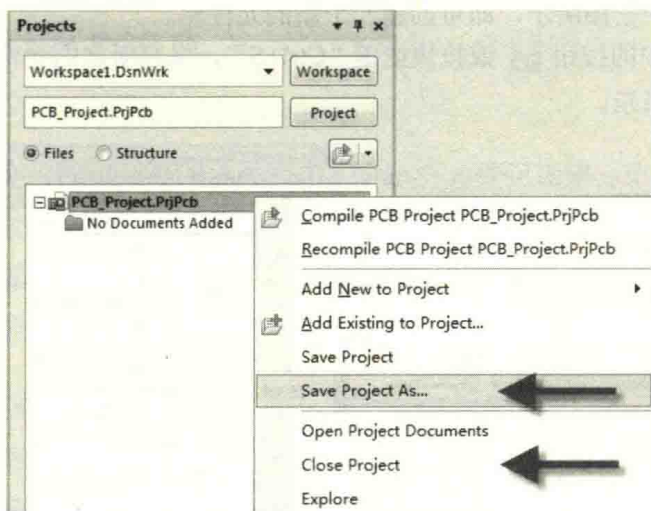

图 2-4 工程路径或者名称的变更与工程的关闭
(3) 如图 2-4 所示，如果对新建工程路径或者名称不满意，在新建工程文件上单击鼠标右键，可以通过执行“Save Project As...”命令重新更换保存路径或者名称；可以通过执行“Close Project”命令关闭工程，然后再重新创建即可。